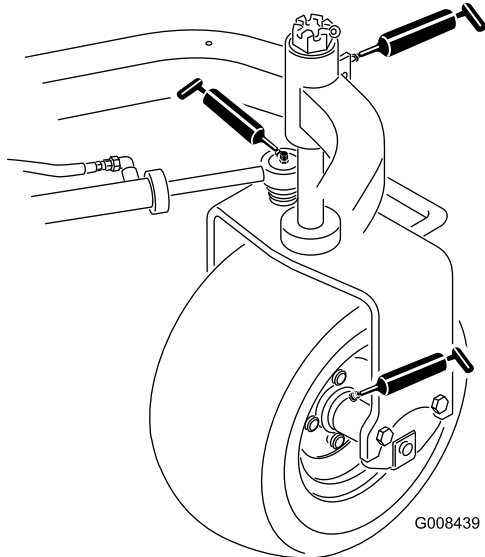

Figure 28
- Moyeu de roue arrière (1) (Figure 28)
- Roulement de roue pivotante (1) (Figure 28)
- Vérin de direction (2) (Figure 28)